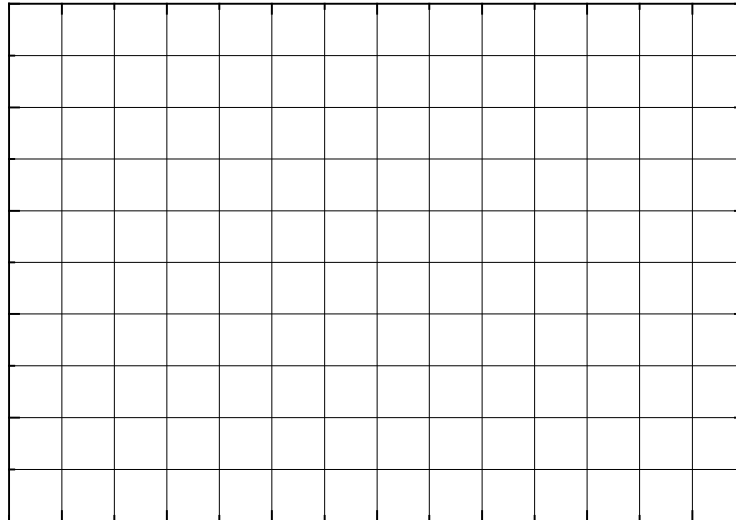

Figura 3 - Curvas características de transferência Ids x Vgs.
5. Plote os valores obtidos na tabela II na figura 3, e obtenha as características de transferência $I_{ds} \times V_{gs}$ para os três valores de V_{ds} .